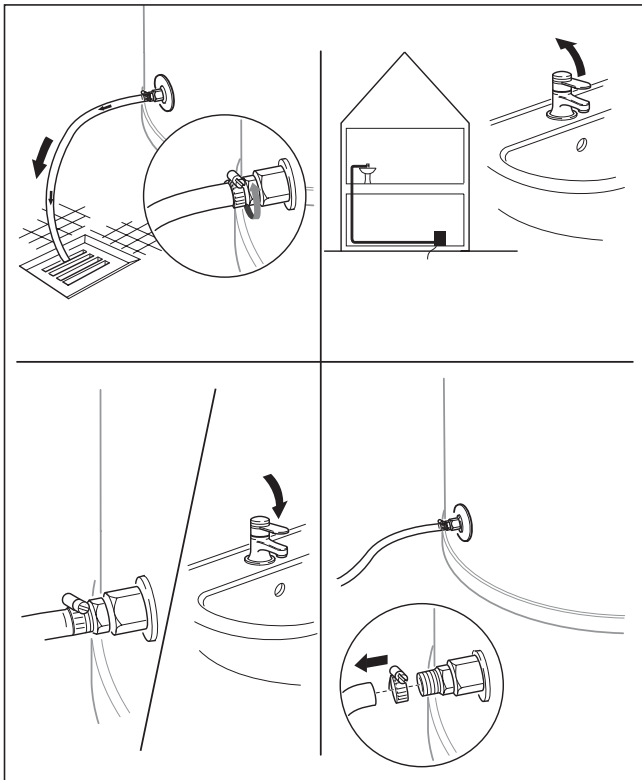

Fig. 6.2 Svuotamento del serbatoio dell'acqua calda
- Collegare un tubo flessibile al rubinetto di svuotamento del bollitore ad accumulo dell'acqua calda (vedi fig.6.2)